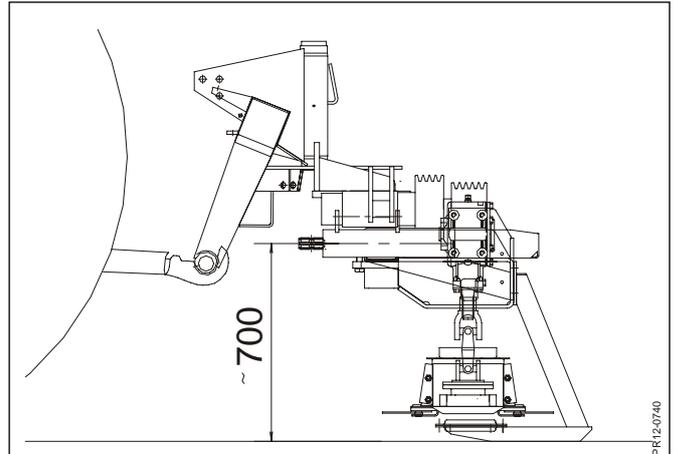

Fig. 2-5
- Fig. 2-5** Wenn die Maschine in das Dreipunktgestänge des Schleppers montiert ist, wird die Unterlenker gehoben, und die Maschine in Arbeitsstellung geschwenkt.